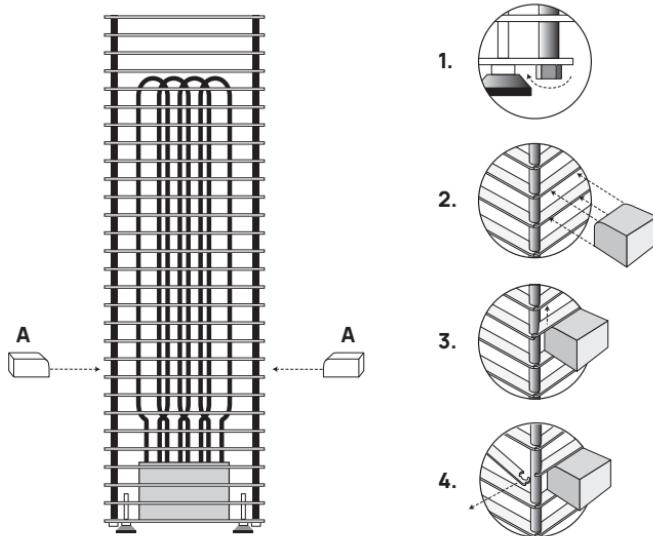

Рисунок 3. Снятие ребер жесткости каменки HUUM CLIFF
Чтобы упростить установку камней, все ребра жесткости каменки можно снять с помощью деревянных брусков (A). См. **Рисунок 3.**